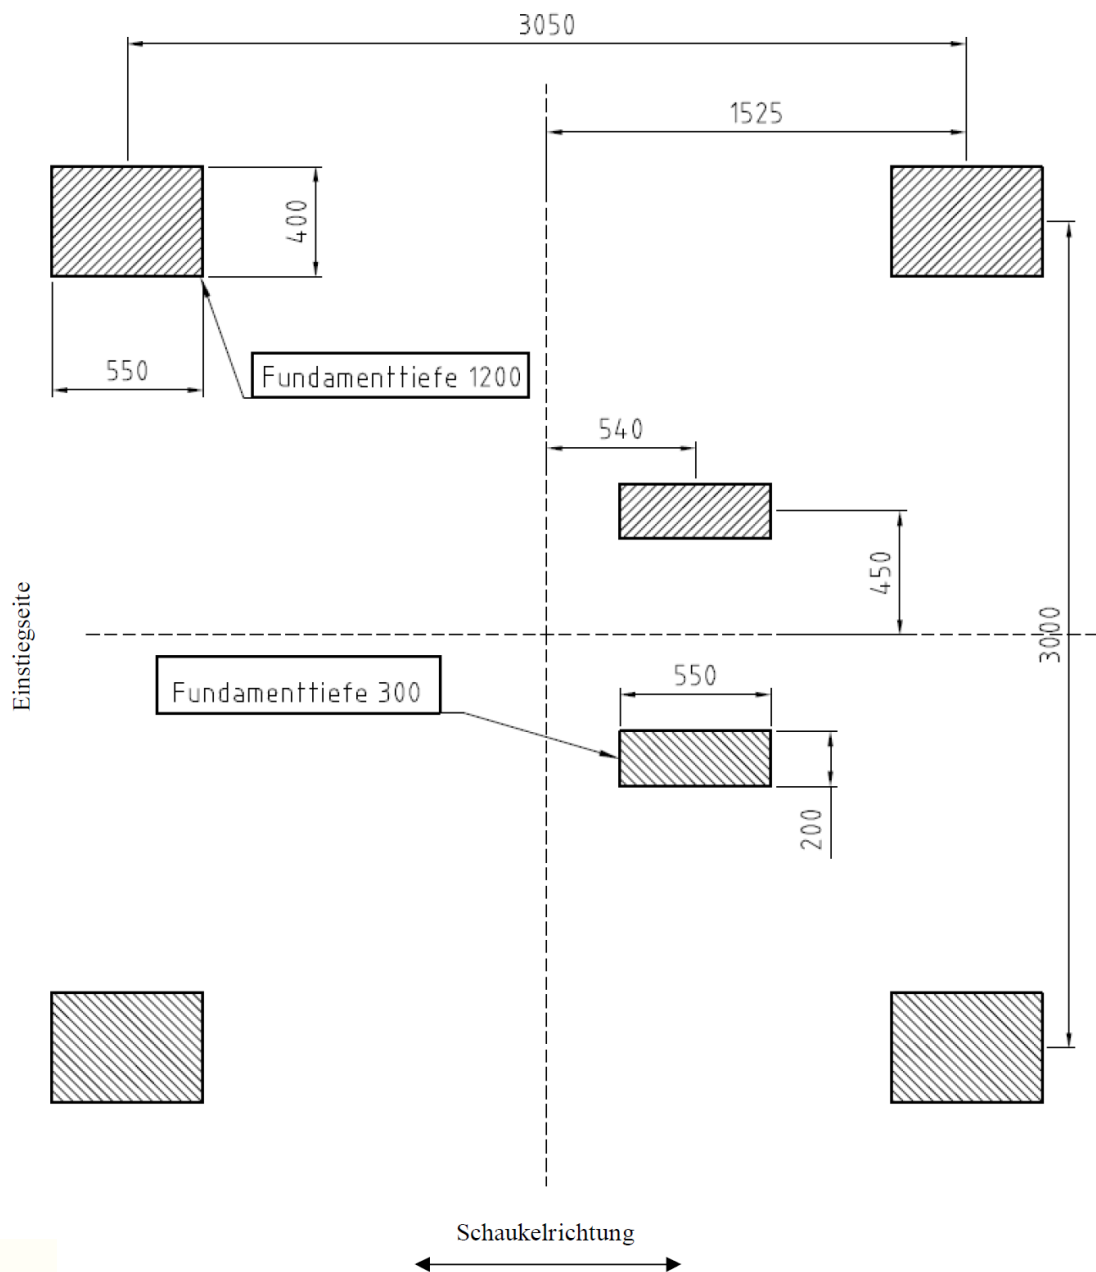

Bild 3-1: Fundamentplan
- Ausheben der Erdlöcher für die 4 Punktfundamente zum Einbetonieren der Schaukelstützen, Lochabstände und Aushubtiefe Bild 3-1.
- Die erforderlichen zwei Erdlöcher zur Aufnahme der Bodenmulden werden bei demontierter Schaukelplattform entsprechend (Bild 3-1, 3-8) angezeichnet und anschließend ausgehoben.